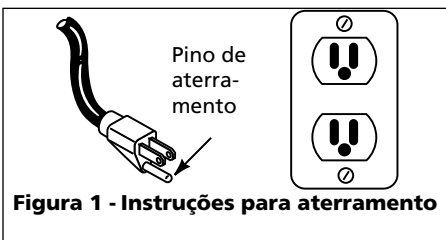

Figura 1 - Instruções para aterramento
- Este produto requer um circuito terra para 120 volt, 15 Ampères (veja a figura 1).